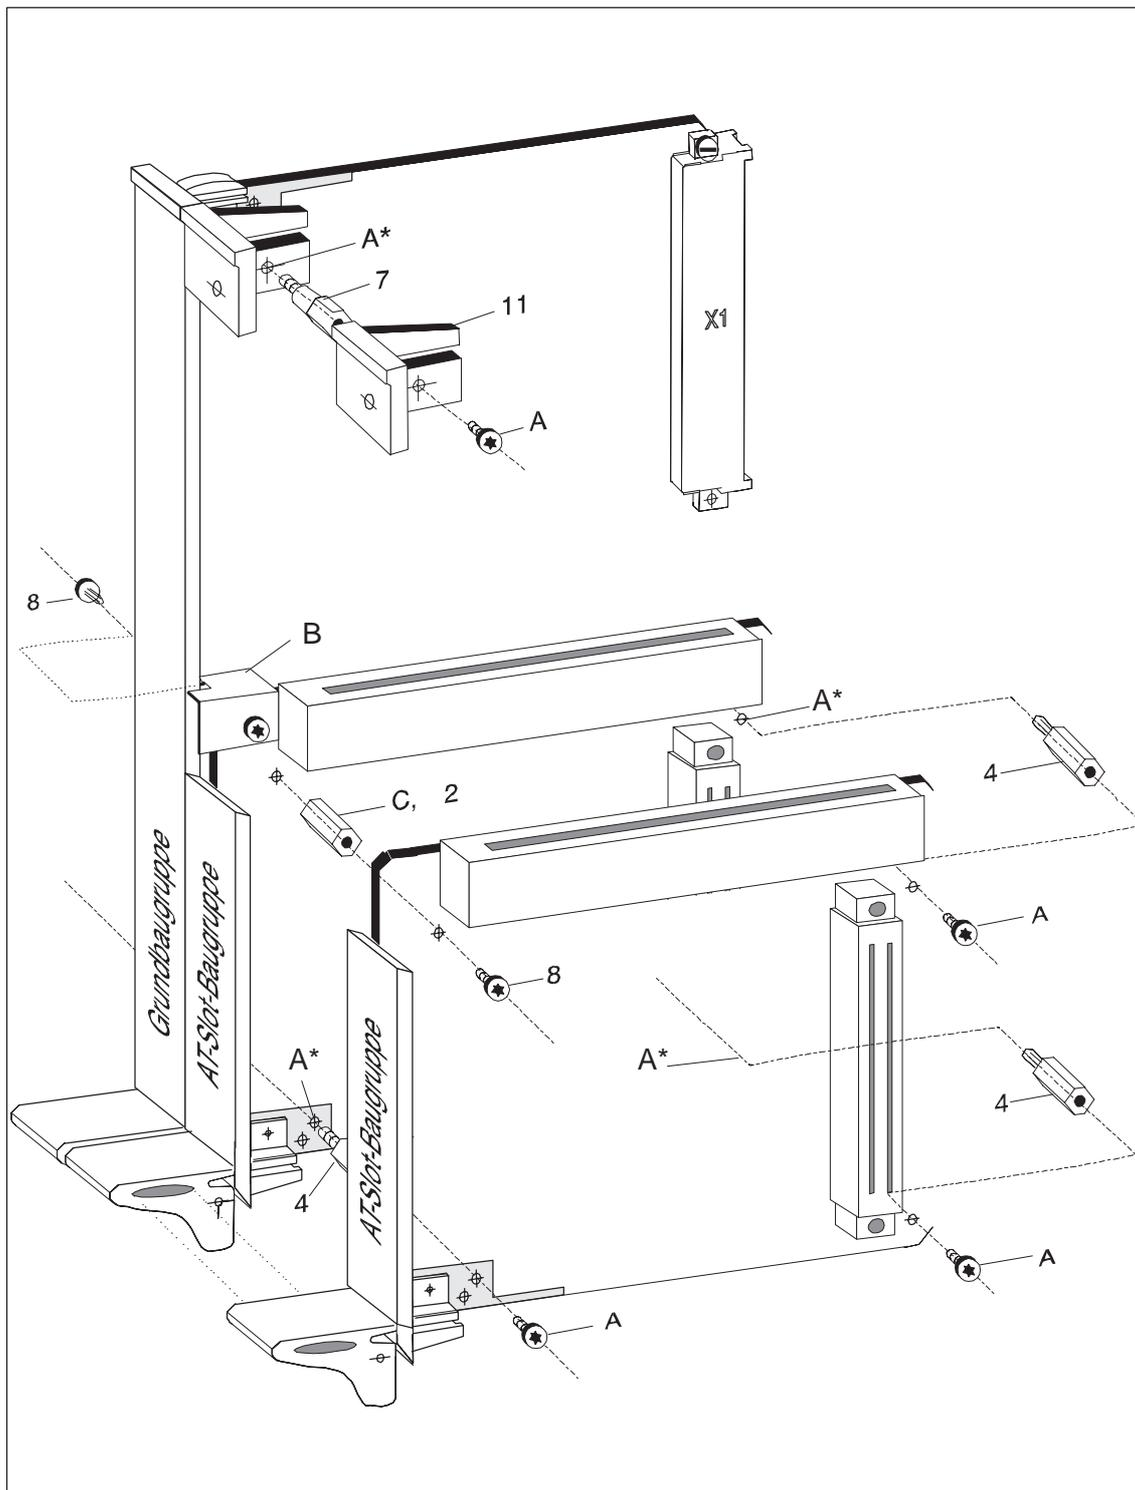

Bild 2-9 Montage von zwei AT-Slot-Baugruppen auf die Grundbaugruppe
5. Wollen Sie keine weitere AT-Slot-Baugruppe montieren, so verschrauben Sie die beiden Baugruppen entsprechend Bild 2-9 mit den drei mit 'A' gekennzeichneten Schrauben und montieren das Teil "Frontplatte oben" ('11') auf den Abstandsbolzen '5'.
Bei der Montage der 2. AT-Slot-Baugruppe gehen Sie entsprechend Bild 2-9 folgendermaßen vor:
Entfernen Sie zuerst die 4 mit 'A*' gekennzeichneten Schrauben. Die Schrauben werden für die weitere Montage noch benötigt (im Bild 2-9 mit 'A' gekennzeichnet). Schrauben Sie die Klemme 'B' ab und lösen Sie die 1. AT-Slot-Baugruppe von der Grundbaugruppe.
2. Schrauben Sie das Abstandsstück 'C' auf die 1. AT-Slot-Baugruppe, stecken Sie die Grundbaugruppe und die 1. AT-Slot-Baugruppe zusammen und schrauben Sie die Klemme 'B' an. Drehen Sie entsprechend Bild 2-9 die Abstandsbolzen '4' in die 1. AT-Slot-Baugruppe ein.
4. Verschrauben Sie die beiden AT-Slot-Baugruppen entsprechend Bild 2-9 mit den drei mit 'A' und einer mit '8' gekennzeichneten Schrauben.
5. Montieren Sie das 1. Teil "Frontplatte oben" auf den im Bild 2-9 mit '5' gekennzeichneten Abstandsbolzen; schrauben Sie das Teil mit dem Abstandsbolzen '7' (Bild 2-9) fest. Montieren Sie zum Schluß mit der 4. Schraube 'A' das 2. Teil "Frontplatte oben" auf den für die Befestigung des 1. Teils eingeschraubten Abstandsbolzen '7'.